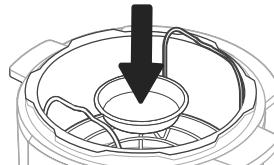

Figure 9.4
3. Versez 354 ml d'eau dans la cuve interne et placez la grille à vapeur à l'intérieur, puis placez le moule à charnière sur la grille à vapeur. [Figure 9.4]